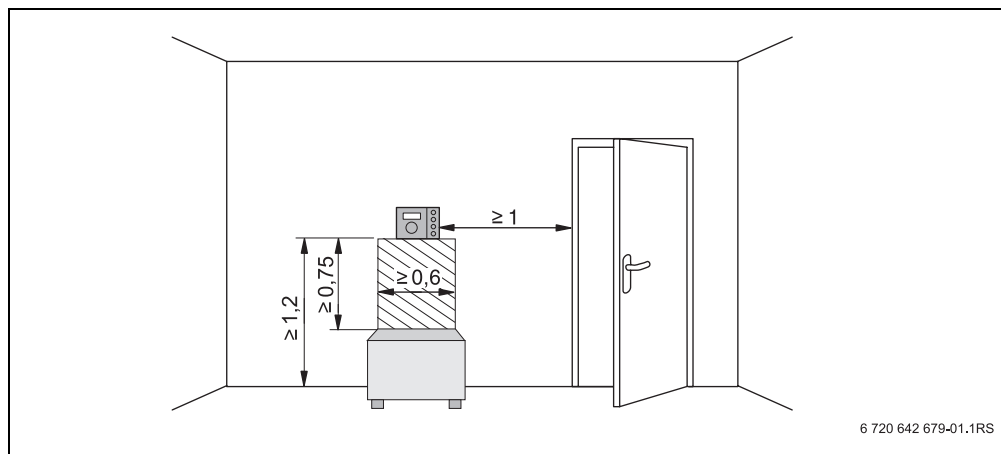

Fig. 1 Distancias de separación mínimas para la instalación en el local de referencia
- Posición de instalación en una pared interior (→ fig. 1).
- Dejar un espacio libre (→ fig. 1, zona rayada) debajo del controlador (medición correcta de la temperatura).